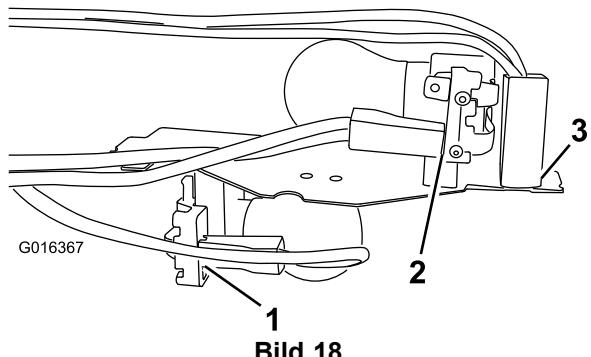

**Bild 17**
3. Stecken Sie die Anschlüsse einzeln durch die Lichtscheiben und drücken Sie jede Scheibe in die richtige Position (Bild 17).